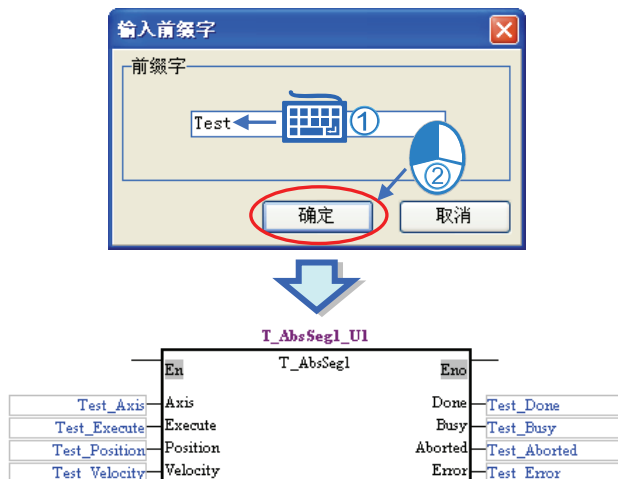

图 13-36 输入前缀字
- (1) 当点击「输入前缀字 (!)」时，便出现输入前缀字窗口，输入完毕后按下「确定」，功能块便立即产生所有接脚，如图 13-36。并且同时于区域符号表完成所有接脚的变量符号宣告；接脚自动生成的规则为“前缀字\_接脚名称”，例如前缀字设为 Test，则 Axis 接脚自动产生的变量符号为“Test\_Axis”。